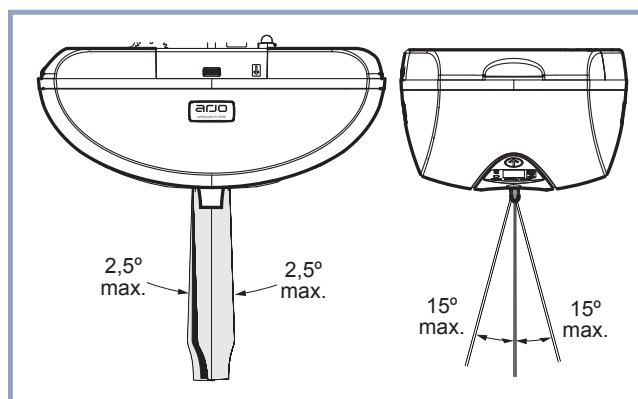

Figure 7
- Lorsque l'on fait monter ou descendre le patient, par mesure de sécurité, toujours maintenir la sangle aussi droite que possible pour empêcher l'usure prématurée des composants du lève-personne. Il est impératif de ne jamais dépasser les valeurs maximales indiquées à la Figure 7.